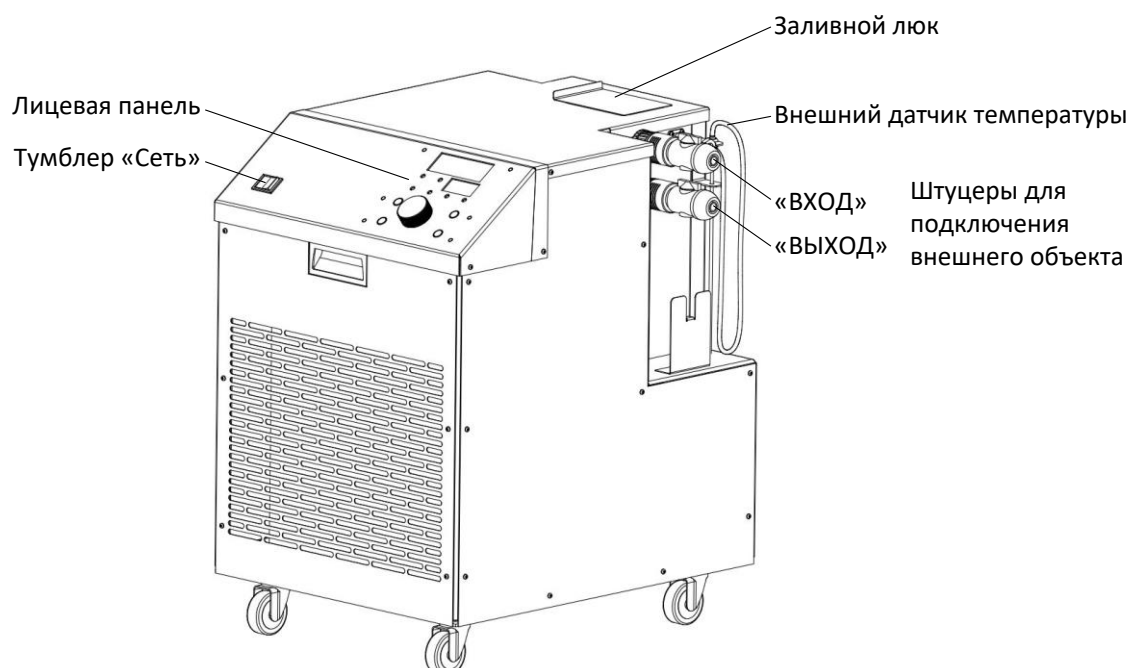
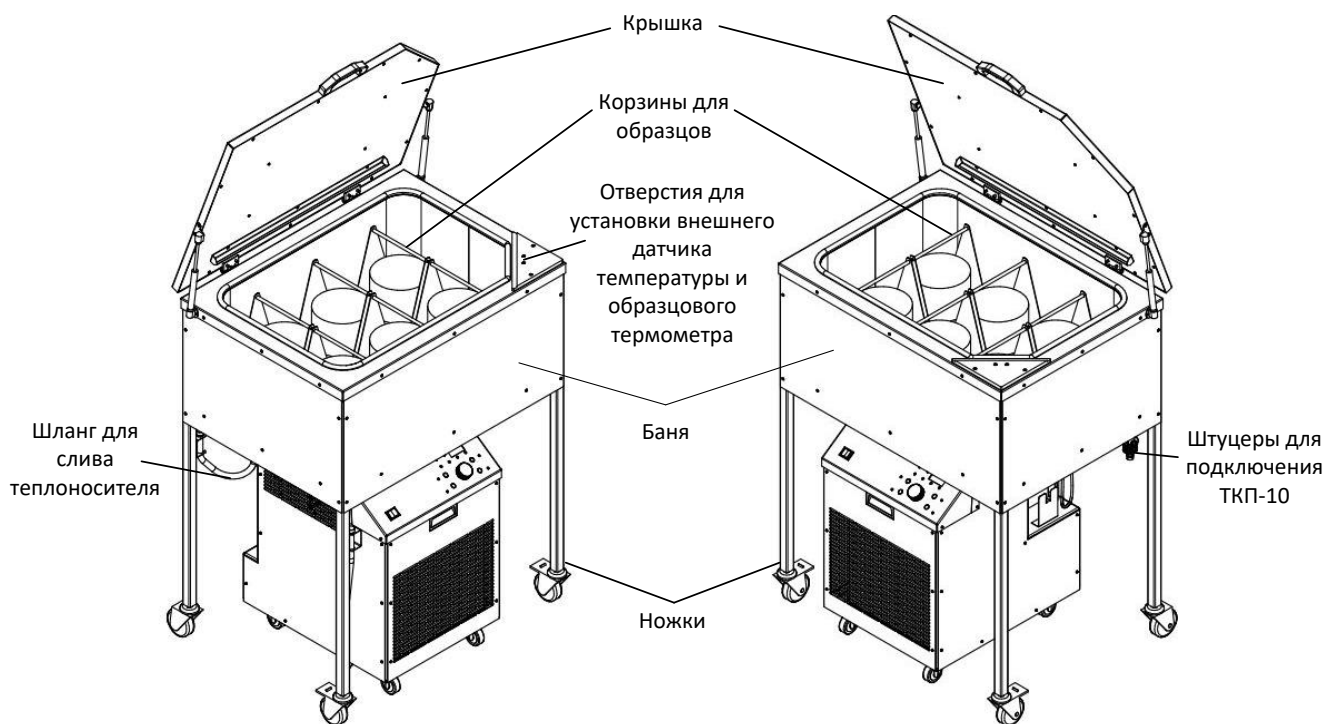

Рисунок 1 – ТКП-10 – Вид спереди
Рисунок 5 – Подключение блока термостатирования проб БТП-1 к ТКП -10
На правой стенке расположены **штуцеры для подключения к внешним объектам и внешний датчик температуры** (см. рисунок 1). Циркуляция теплоносителя из термодатчика в термостатируемое внешнее устройство, например, в блок термостатирования проб БТП-1 и обратно осуществляется при помощи встроенного центробежного насоса.
Термодатчик включается **тумблером «Сеть»** (см. рисунок 1), расположенным на **лицевой панели**. Тумблер дифавтомата **АВДТ** (см. рисунок 3) используется для автоматического отключения термодатчика в случае возникновения аварийной ситуации. Также на лицевой панели находятся **кнопки управления**, два **цифровых индикатора** и **светодиоды**, отражающие состояние термодатчика.
3.3.1 Подключить термодатчик к сети питания, включить его тумблером «Сеть» (см. рисунок 1 на странице 3).
4.2.3 Режим работы термокриостата – непрерывный. После окончания работы термокриостат выключается тумблером «Сеть» (см. рисунок 1 на странице 3).
4.3.2 Для термостатирования на основе данных внешнего датчика температуры необходимо подключить внешний датчик температуры (см. рисунок 1 на странице 3) к термокриостату и установить чувствительную часть датчика в блок термостатирования проб (см. рисунок 5).
4.4.2 Внешний датчик температуры установить в отверстие для установки датчика температуры (см. рисунок 5).
- 4.6.2 При необходимости слить теплоноситель из блока термостатирования проб, для этого поместите трубку слива теплоносителя (см. рисунок 5 на странице 6) в емкость или раковину (если в качестве теплоносителя использовалась водопроводная вода), предварительно вынув из нее пробку.